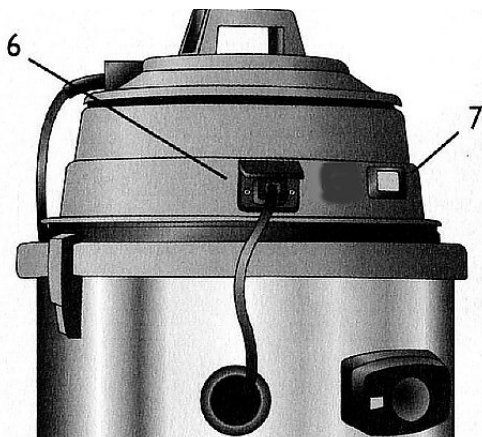

Abb. 7: Vorbereitung des Saugers
Schritt 2: Stecken Sie den Stecker der Pumpenversorgung (Pos. D, Abb. 4) in die Steckdose (Pos. 6, Abb. 7, bzw. Pos. 2, Abb. 3) am Sauger.